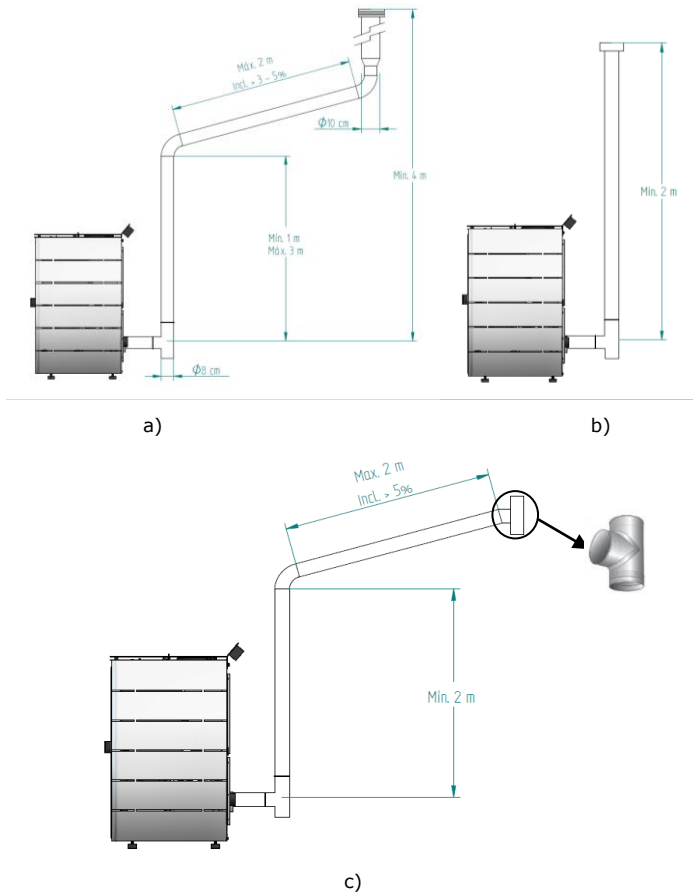

Figura 6 - Ejemplos de instalaciones tipo
- Según se indica en la figura 6, el conducto de extracción se debe realizar de modo que la limpieza y el mantenimiento estén asegurados mediante puntos de inspección.
En la base de la tubería, deberá realizarse una instalación en T para facilitar las inspecciones periódicas y el mantenimiento anual, tal como se muestra en la Figura 6.
En la Figura 6, están representados los requisitos básicos para la instalación de la chimenea de la estufa.